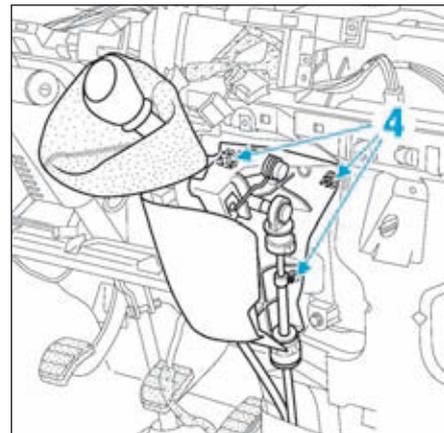

FIG.50
- Déposer les vis de fixation (4), puis déposer le boîtier de commande de vitesses (Fig.50).